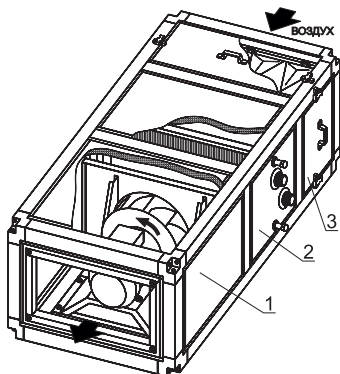

Рисунок 14
Секции моноблока (рис. 14) состоят из блока вентилятора (1), водяного воздухоподогревателя (2) (2-х или 3-х рядного) и фильтра (3). Конструкция, технические характеристики,
Подключение труб подвода теплоносителя к теплообменникам водяных воздухонагревателей и воздухоохладителей для повышения их мощности - производится по схеме противоточного подключения (рис. 14). Рекомендуется установить сетчатый фильтр на входной патрубок для исключения засорения теплообменника и запорные вентили для его отключения при обслуживании.